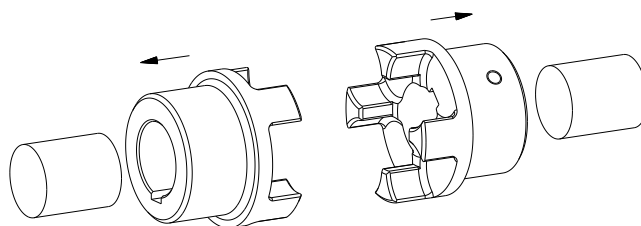

Figura 10: Montaggio dei mozzi
- Montare i mozzi sull'albero del lato di comando e lato condotto (vedi figura 10).